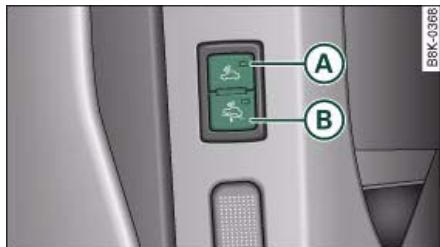

Fig. 27 Parte frontal de la puerta del conductor: Teclas para los sistemas de vigilancia del habitáculo y de la protección contra el remolcado
- Pulse la tecla **A** ⇒ fig. 27. El diodo de la tecla se enciende.